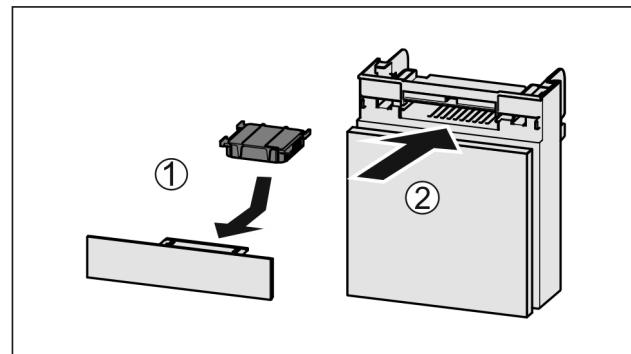

Fig. 37
- Umetnute filter s aktivnim ugljenom kao što je prikazano na slici Fig. 37 (1).
► Umetnute pretinac Fig. 37 (2).